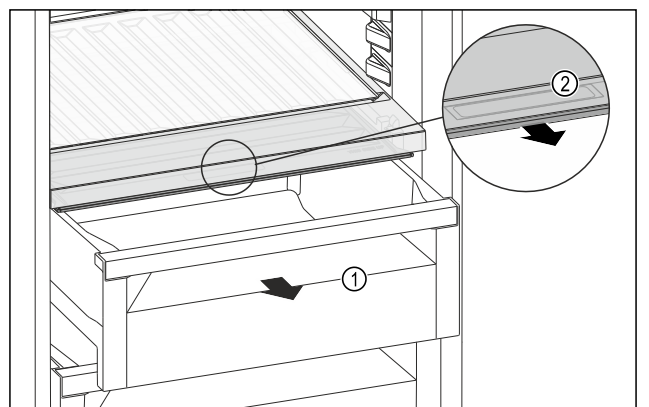

Fig. 122
- ▶ Trekk ut skuffen Fig. 122 (1).
- ▶ Ta tak i det innfelte grepet Fig. 122 (2) på lokket, og trekk samtidig lokket forover.